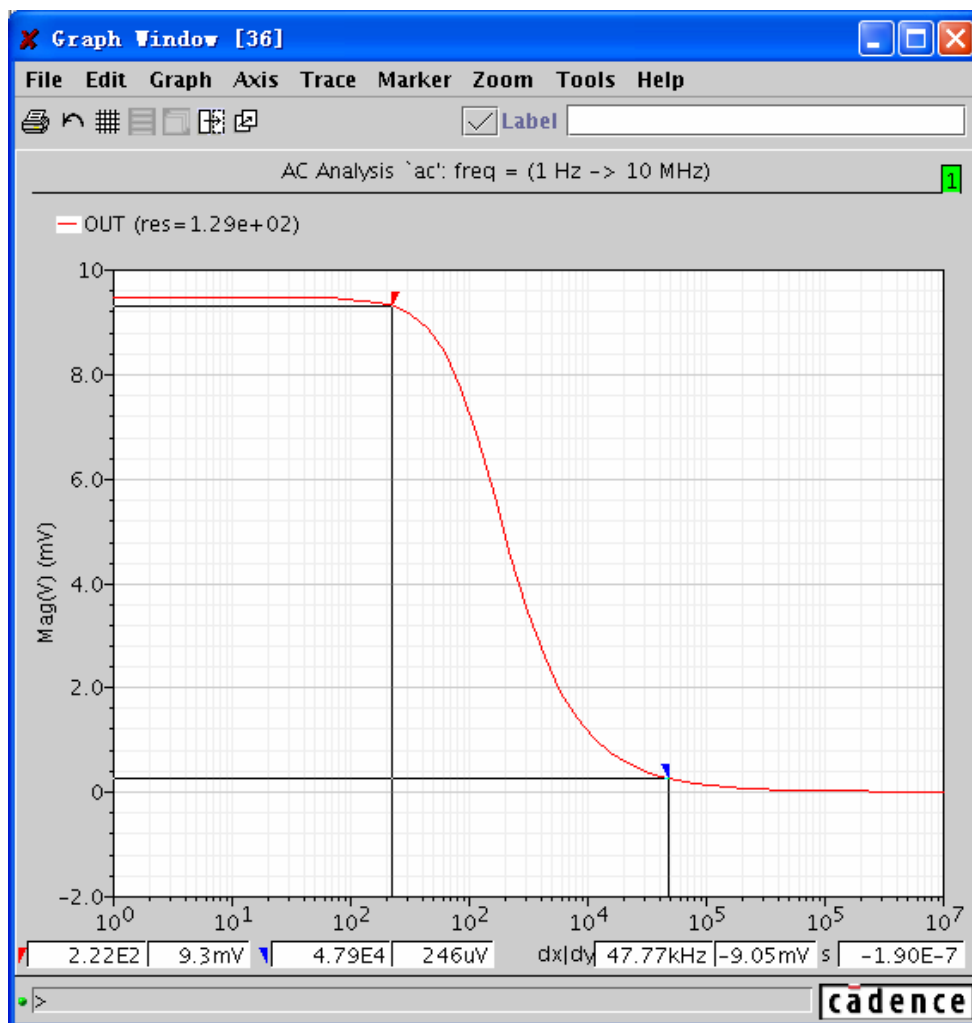

图 12.27 选择“Trace” → “Delta Cursor” 开启差值光标
差值光标由一个红色和一个蓝色的可以移动的三角形光标构成。同时这两光标各自包含一条从光标出发和 Y 轴相交的水平线，和一条从光标出发和 X 轴相交的垂直线。可以通过点击和拖拽三角形可以使差值光标沿着波形移动。光标对应的 X/Y 坐标显示在图表的左下角，它们的 X/Y 坐标的差值和斜率显示在右下角，如图 12.27 所示
- 选择“Trace” → “Delta Cursor”，开启差值光标，如图 12.27 所示